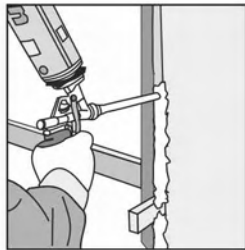

Рис.19
5.1.8. Зазор между дверной коробкой и стеной заполните монтажной пеной. Оставьте до полного затвердения пены (см. инструкцию на баллоне) (рис. 19).